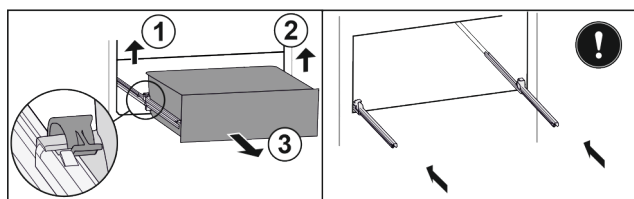

Fig. 29*
- ▶ Zvedněte levou svorku a současně vytáhněte zásuvku vlevo dopředu Fig. 29 (1).*
- ▶ Zvedněte pravou svorku a současně vytáhněte zásuvku vpravo dopředu Fig. 29 (2).*
- ▶ Zásuvku odeberte směrem dopředu Fig. 29 (3).*